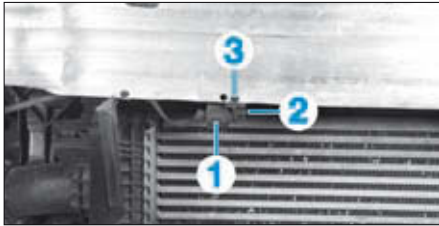

FIG. 51
- Débrancher le connecteur (1) de la sonde de température (2) (Fig.51).
- Dégrafer la sonde du support (3).